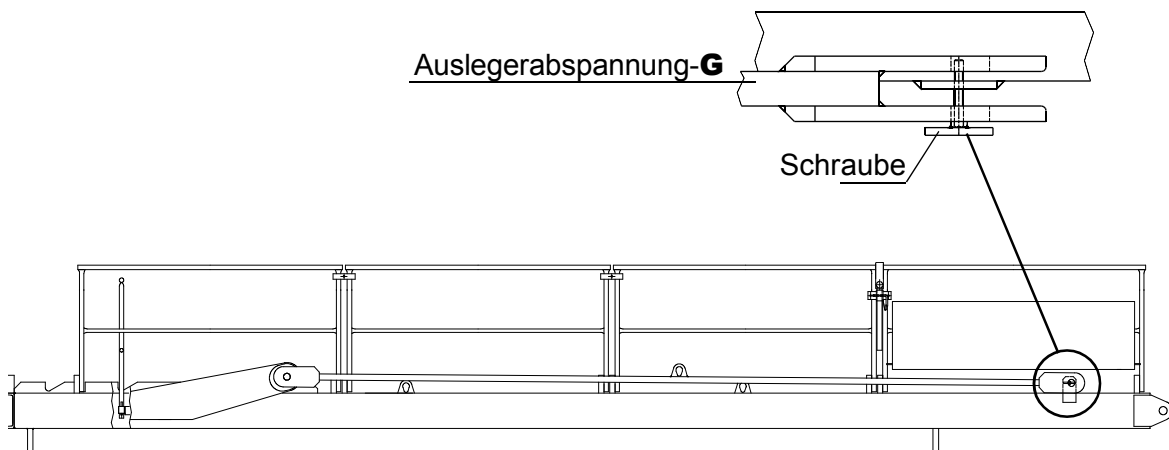

Abb. 2.1.20
- 2) Die Schrauben entfernen, mit denen die Auslegerabspannung-**G** während des Transports am Gegenausleger befestigt ist (Abb. 2.1.20).